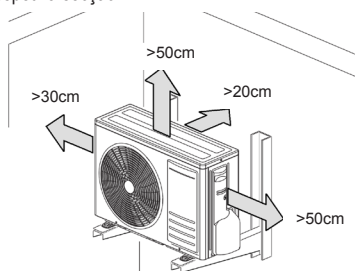
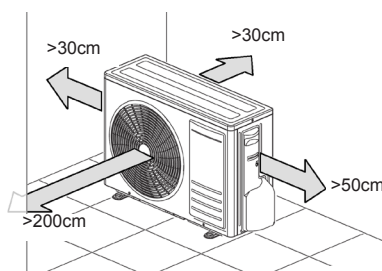

fig. 6 -
fig. 7 -
- Coloque-a respeitando as distâncias mínimas a eventuais paredes, móveis ou outros ("fig. 6 -" e "fig. 7 -").